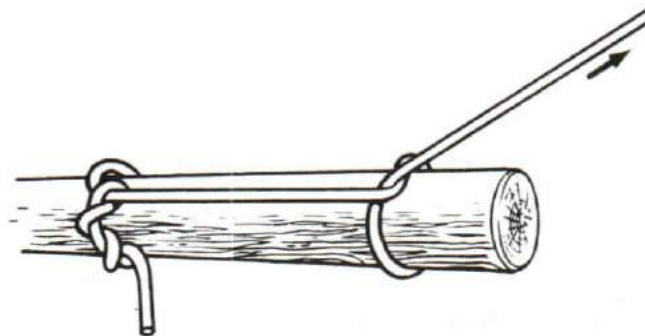

Figure 10-36
6. The Timber Hitch, see Figure 10-36, is used to secure a rope's end to a spar or bale. If the spar is to be towed or hoisted, add a half hitch some distance from the timber hitch in the direction of the strain. A spar should be towed butt first.
6. Le noeud de bois (voir la figure 10-36) sert à fixer l'extrémité d'un cordage à un espar ou à une balle. Si l'espar doit être remorqué ou hissé, il faut ajouter un barbouquet à quelque distance du noeud de bois, dans le sens de la tension. On remorque un espar, tête à l'avant.